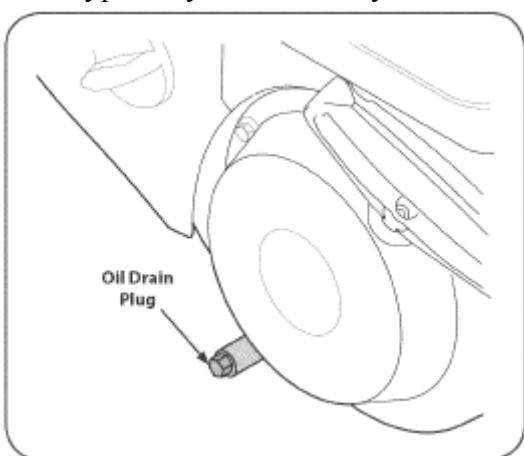

Рисунок 13
Добавляя масло в двигатель, изучите справочную таблицу вязкости, приведенную ниже (см. рис. 13). Маслоемкость двигателя составляет приблизительно 600 мл (около 20 унций). Не заливайте больше масла. Используйте 4-тактное масло либо эквивалентное ему сильноочищенное моторное масло высшего качества, сертифицированное как масло, отвечающее требованиям производителей автомобилей в США (классы SG либо SF), либо обладающее еще более высоким качеством. Моторные масла класса SG либо SF будут иметь на контейнере соответствующую маркировку.
3. Вытащите пробку из сливного отверстия (см. рис. 13).